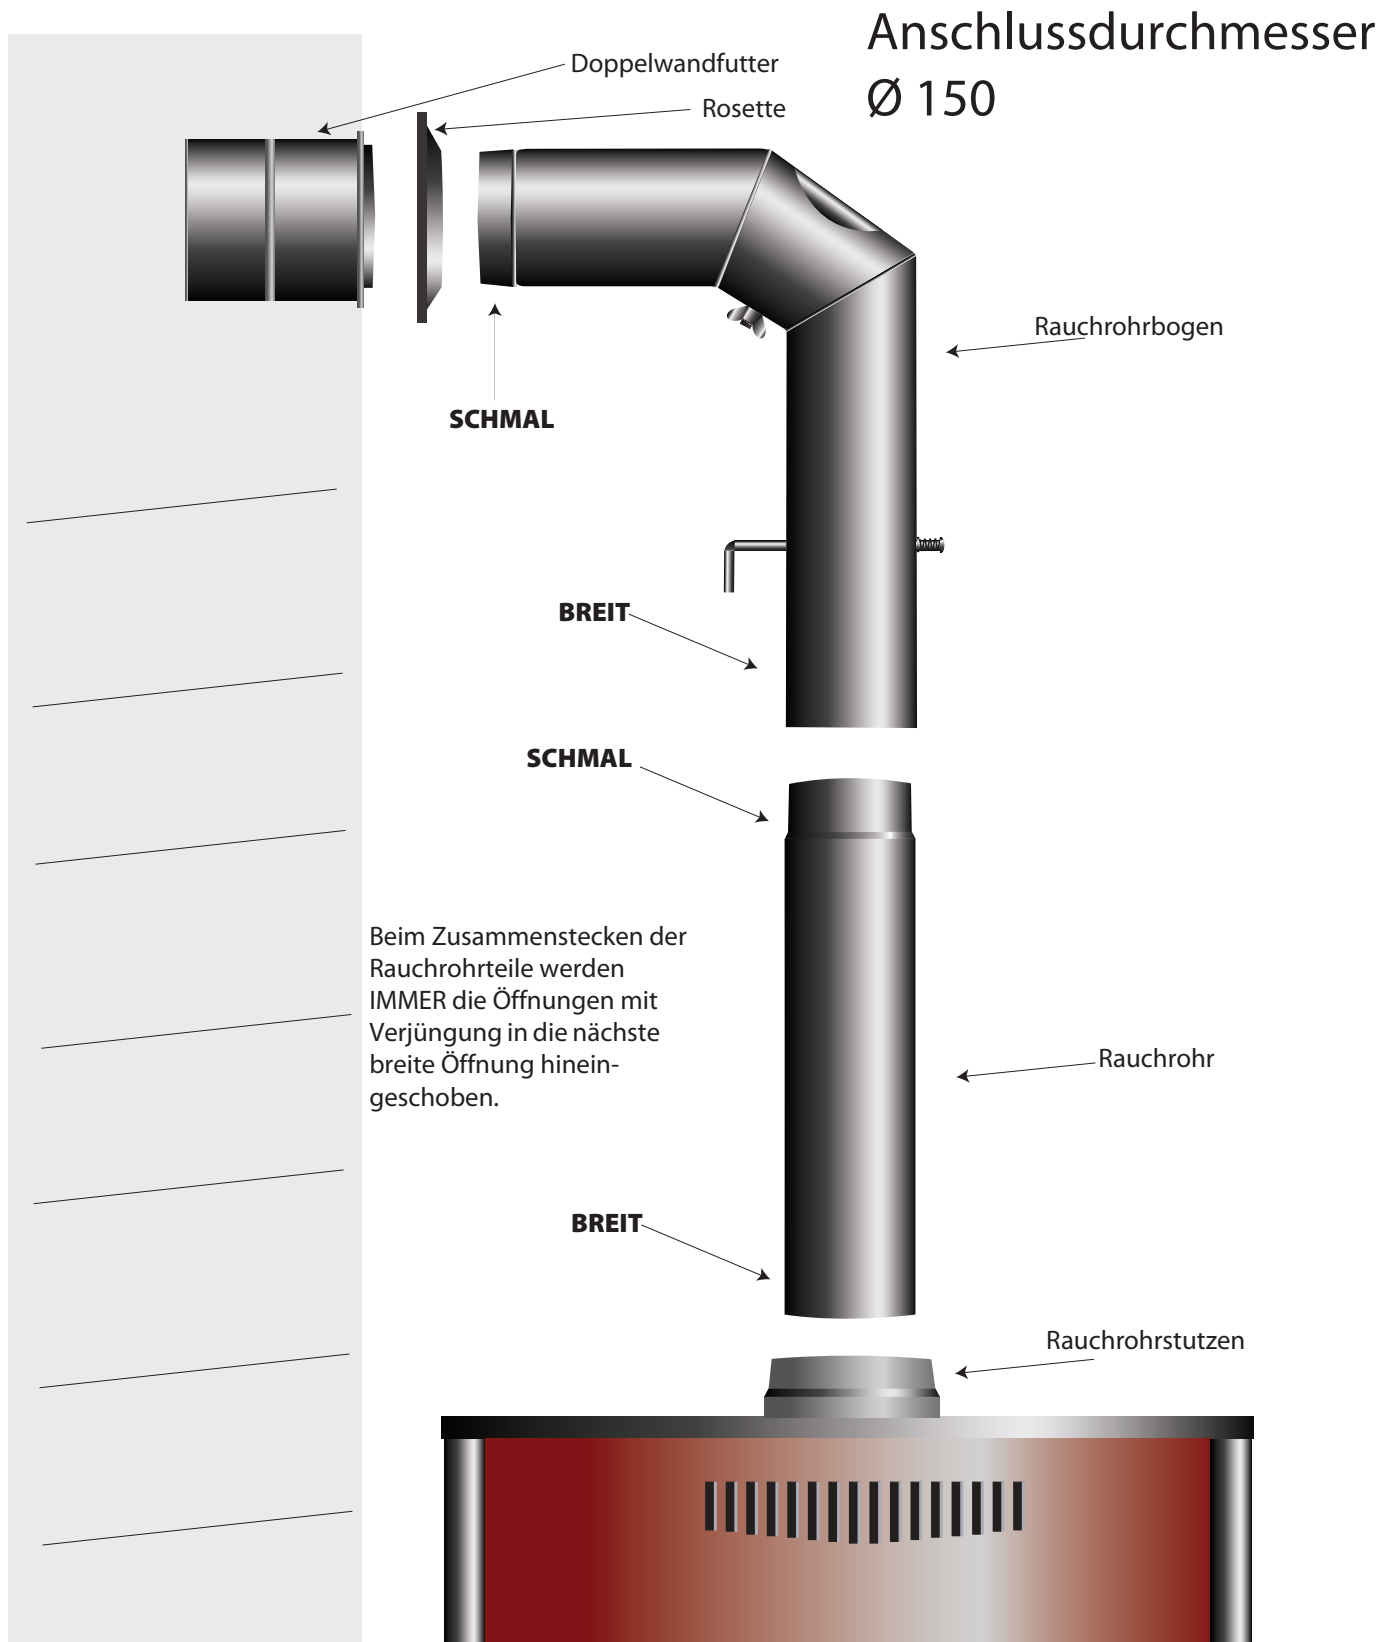

Abbildung 3 Anschluss des Kaminofens an den Schornstein
4. Abbildung 3 Anschluss des Kaminofens an den Schornstein	Seite 5